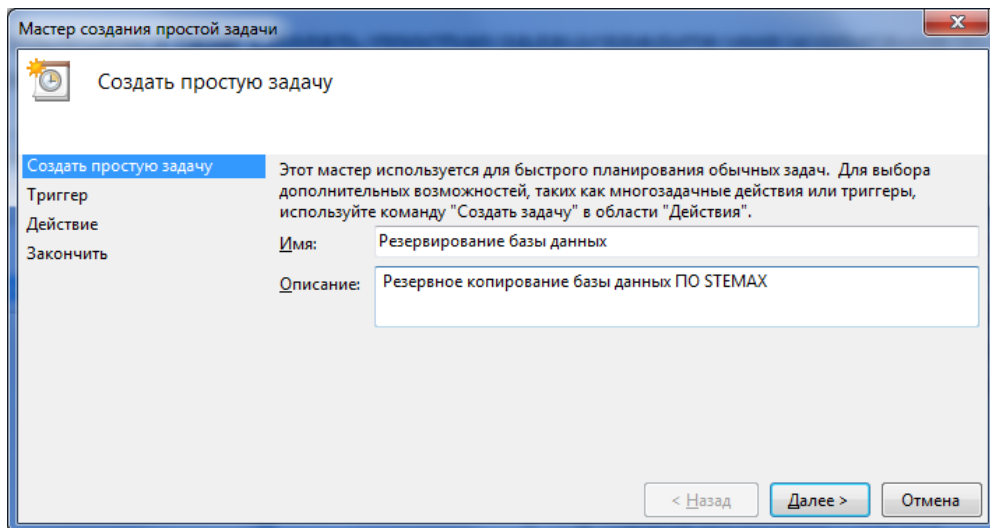

Рисунок 8.30 — Ввод имени и описания задания
- В открывшемся окне *Создать простую задачу* введите имя и описание этого задания и нажмите кнопку *Далее* (см. рисунок 8.30).